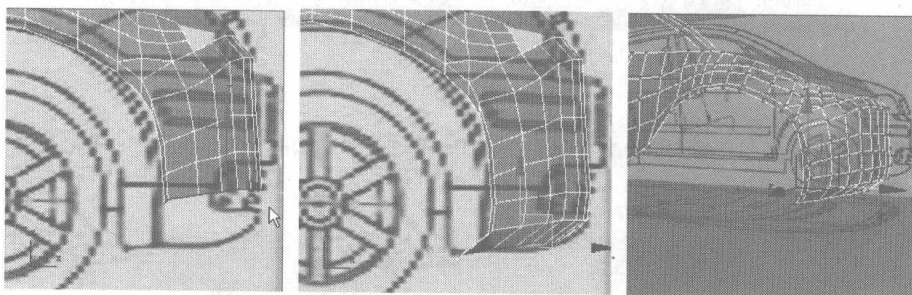

图 7.59
- 25** 选择车头下面的一排曲线, 在按住 **Shift** 键的同时, 移动复制出新的面, 然后调整节点的位置, 如图 7.59 所示。